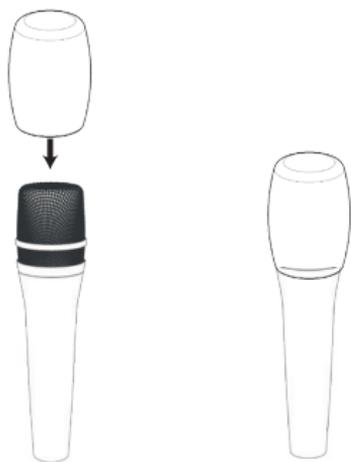

рис. 5
5. Для увеличения срока эксплуатации микрофона при работе с вокалистами рекомендуется использовать ветрозащитный колпачок (рис. 5).